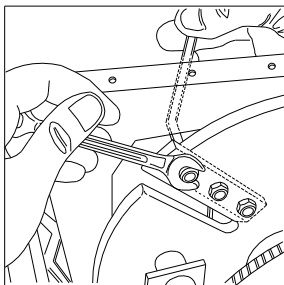

Fig. 14
- Placer les clés dans les deux ouvertures (fig. 14) et enlever la lame .